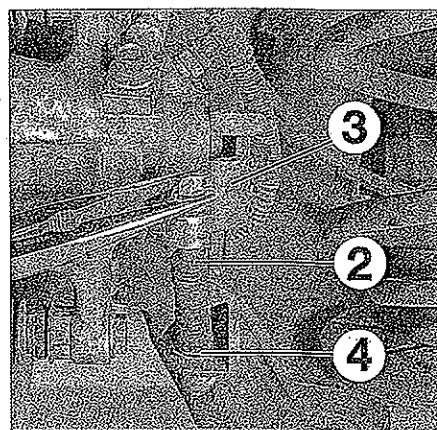

FIG. 12
- Desenganchar el cable (2) de freno de estacionamiento de la palanca (3) de pinza bajando ésta (fig. 12).
- la grapa (4) de sujeción del cable en el soporte (fig. 12).
- el cable (2) de freno de estacionamiento.